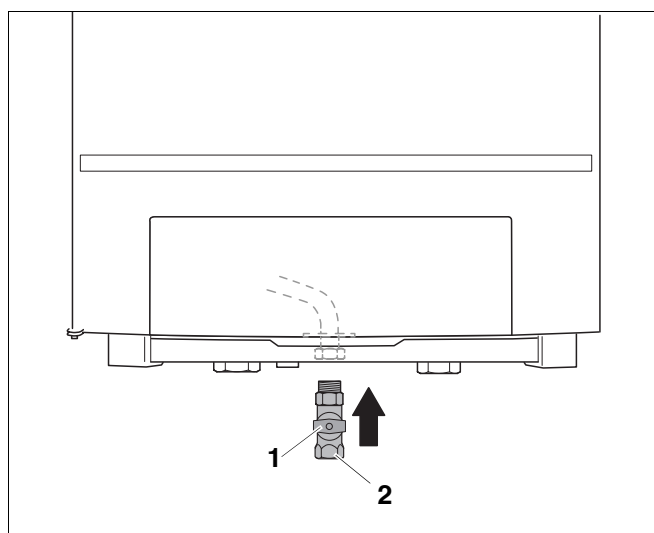

Рис. 13 Подключение газа
- Установить кран для подачи газа (рис. 13, поз. 1) в подводящей линии газа (GAS). Использовать кран для подачи газа с минимальным диаметром 1".
- Подключить газопровод к патрубку для подключения газа, не допуская напряжений (рис. 13, поз. 2). Использовать газопровод с минимальным диаметром 1".